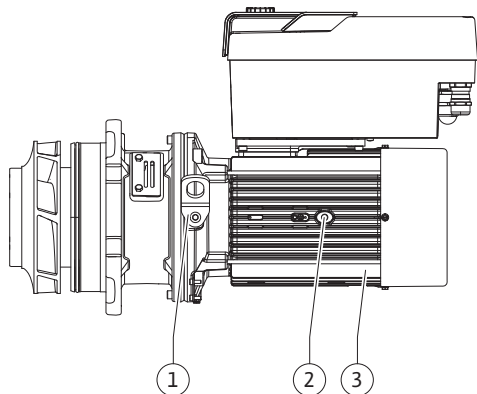

Fig. 100: Moottori-juoksupyöräyksikkö
9. Ota moottori-juoksupyöräyksikkö (Fig. 100) pumpun pesästä avaamalla laipparuuvit (Fig. I, pos. 29).
- Aseta tiivistelaippaan uusi vastarengas (Fig. II, pos. 26). Työnnä tiivistelaippa varovasti akselin yli ja asemoi se vanhaan tai johonkin toiseen haluttuun kulma-asentoon moottorilaippaan nähden. Huomioi tässä komponenttien sallitut asennusasennot (katso luku "Sallitut asennusasennot ja komponenttien sijoituksen muutokset ennen asennusta" [► 121]).
- Kierrä ruuvit (Fig. II, pos. 10 ja 10a) sisään. Älä kiristä ruuvia (pos. 10) vielä lopullisesti.
- Työnnä uusi liukurengastiiviste (Fig. II, pos. 25) akselille. Varo vaurioittamasta liukurengastiivistettä asettamalla se väärään kulmaan.
- Puhdista tiivistelaipan ura ja aseta uusi O-rengas (Fig. II, pos. 19) paikalleen.
16. Vie moottori-juoksupyöräyksikkö (katso Fig. 100) pumpun pesään vanhaan tai haluttuun uuteen kulma-asentoon. Huomioi tässä komponenttien sallitut asennusasennot (katso luku "Sallitut asennusasennot ja komponenttien sijoituksen muutokset ennen asennusta" [► 121]).
17. Kun tiivistelaipan ohjain on alkanut selvästi tarttua (n. 15 mm ennen pääteasentoa), ei ole enää kallistumisen tai kulmittain kääntymisen vaaraa. Sen jälkeen, kun moottori-juoksupyöräyksikkö on varmistettu vähintään yhdellä ruuvilla (Fig. II, pos. 29), kiinnitysvälineet voidaan poistaa kuljetussilmukoista.
18. Kierrä ruuvit (Fig. II, pos. 29) sisään. Kun ruuvit kiristetään, moottori-juoksupyöräyksikkö siirtyy pumpun pesän sisään.